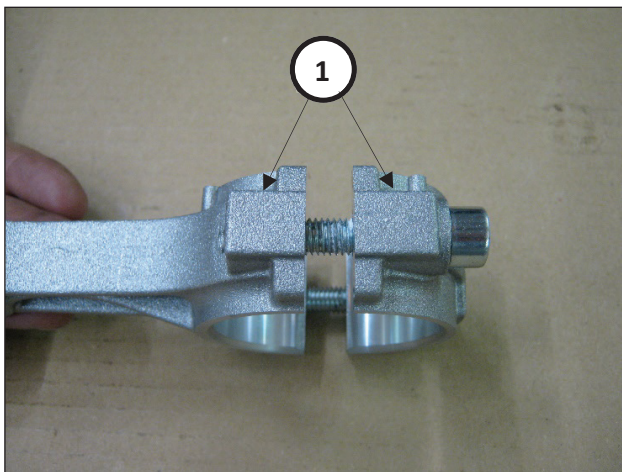

图 9
- 将连杆帽连接到相关的连杆（图 9，部件号①）。注意连杆帽的正确安装方向。